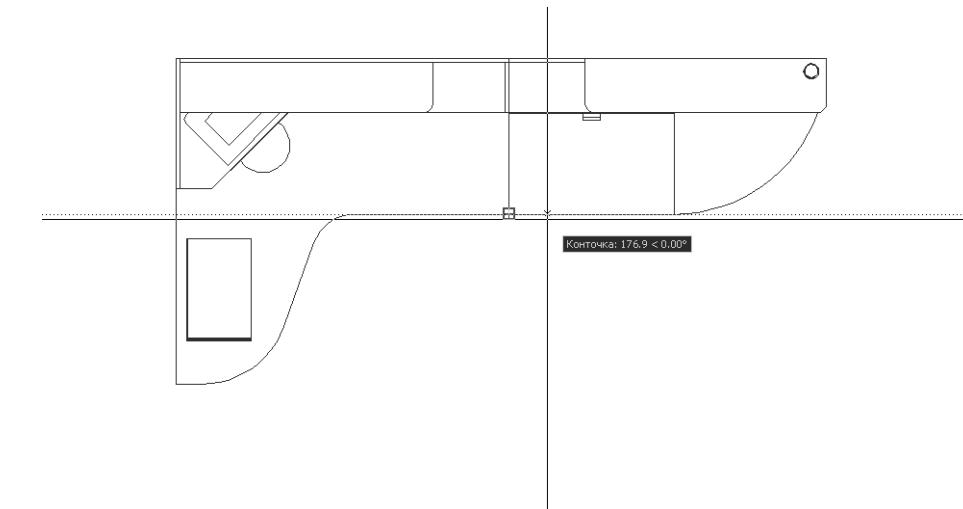

Рис. 12.8 ▶ Задание направления отслеживания привязки в режиме **Точка отслеживания** (Temporary track point) для создания временной точки привязки
7. Как только AutoCAD распознает нижнюю точку вертикальной линии, сместите указатель-перекрестье вправо. Добившись такого расположения указателя, когда AutoCAD распознает горизонтальное направление (рис. 12.8), введите **182**.